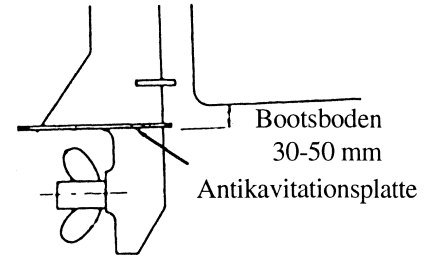

Abb.2
- 2) Höhe: Die Antikavitationsplatte muß 3-5 cm tiefer als der Bootsboden liegen (Abb.2)